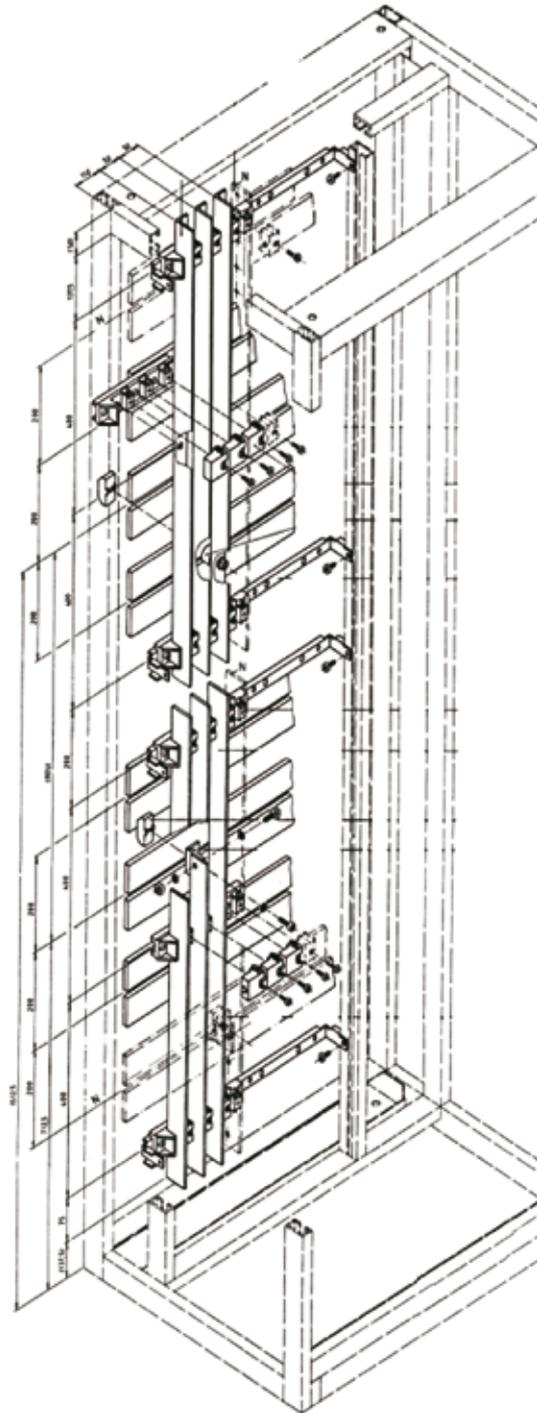
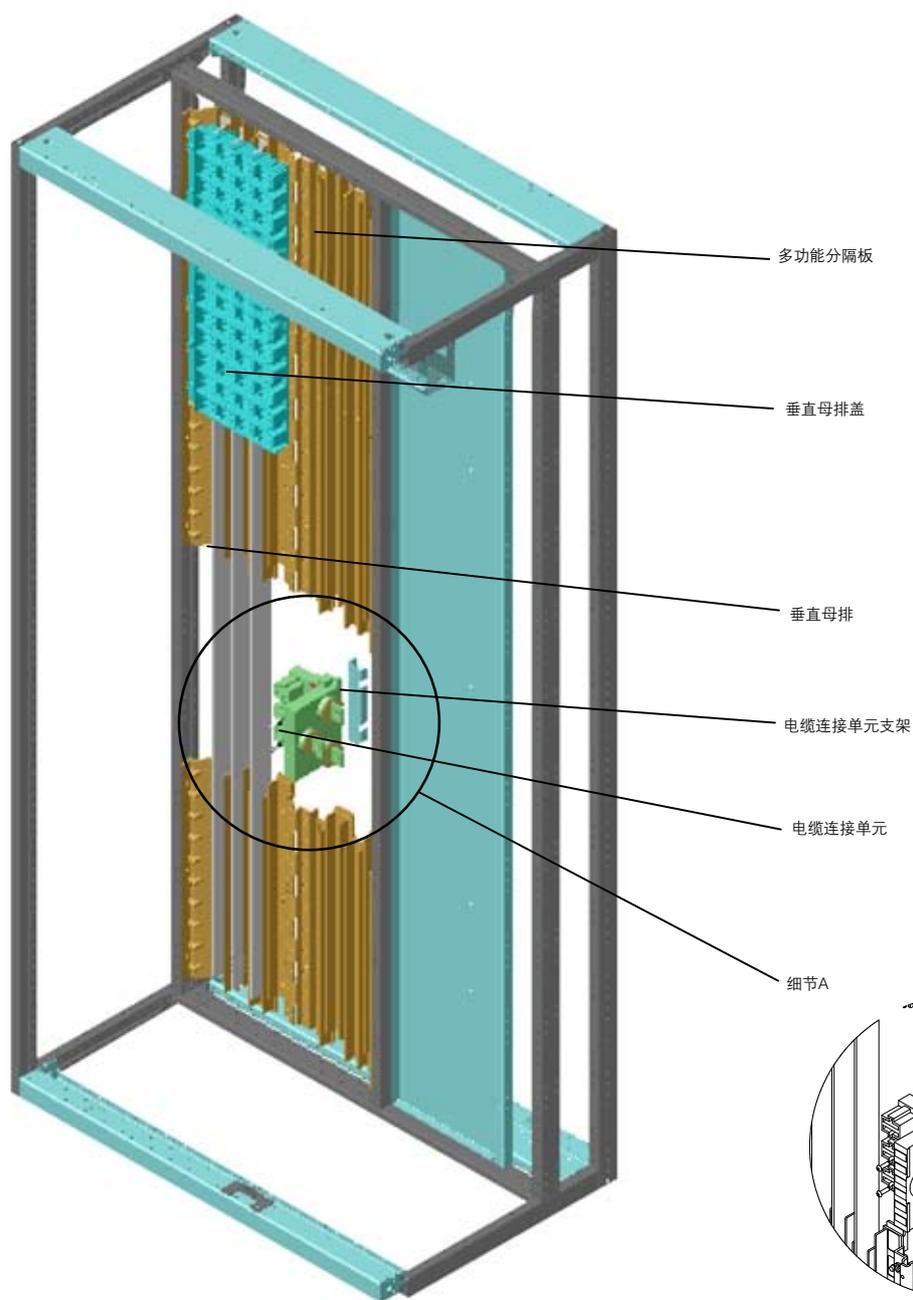
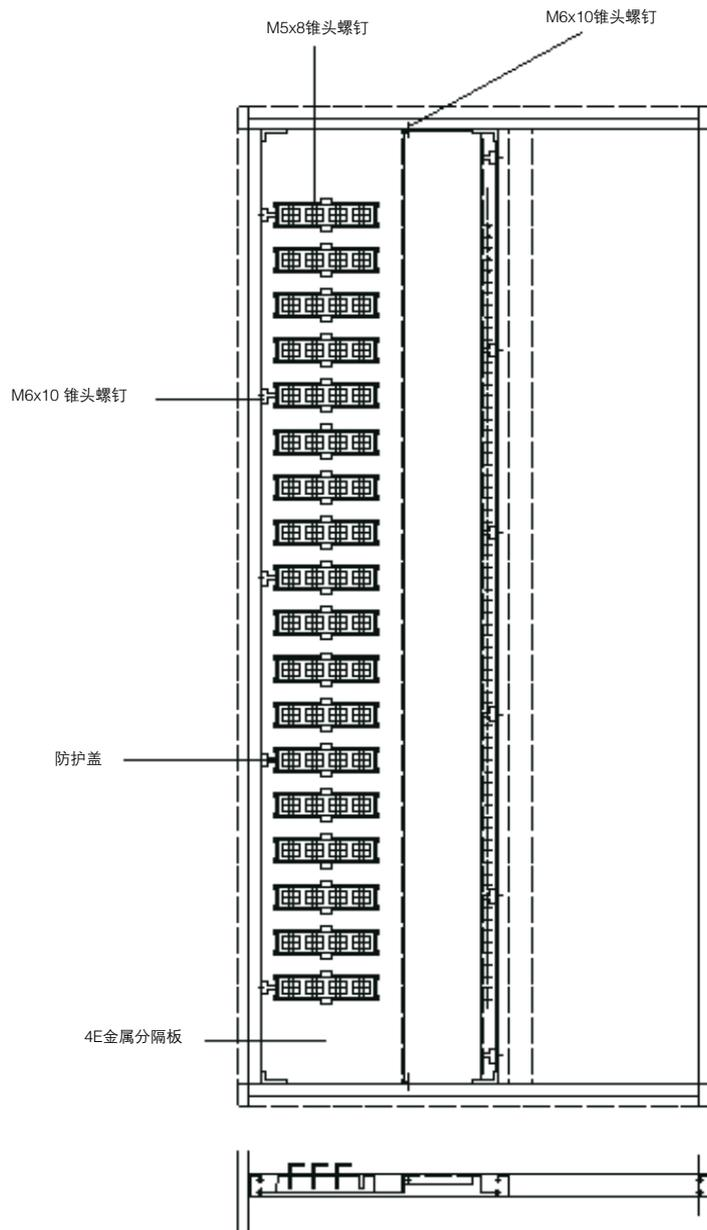

图 5
图. 6
图. 7
- 配电母线 (见图.5, 6和 7)
- 在固定式、插入式、隔离式和轨道式模块设计中，垂直母排分布在母线小室内 (见图.5)。对于插入式、隔离式和轨道式模块，可以使用金属分隔板 (见图.7) 取代多功能板 (见图.6)。如果使用金属分隔板，可触及的部分配电母线则需要用保护盖板挡住 (防护等级IP20)。